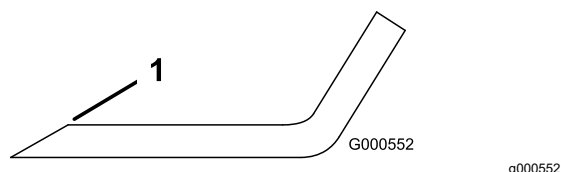

Figura 65
1. Utilice una lima para afilar el filo de corte en ambos extremos de la cuchilla (Figura 65).
Nota: Si la cuchilla no está equilibrada, rebaje algo del metal en la parte de la vela solamente con una lima (Figura 65).